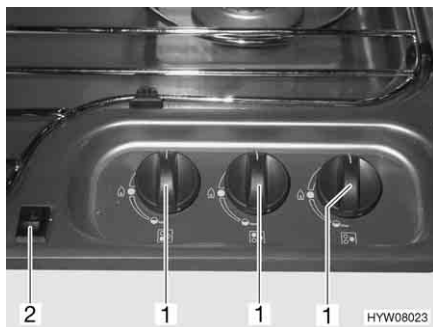

Fig. 144 Elementi di comando del fornello a gas
- Ruotare il pomello girevole (Fig. 144,1) dell'impianto a fiamma libera desiderato in posizione accesa (fiamma alta).
- Premere l'interruttore a bilico (Fig. 144,2). Sul bruciatore vengono prodotte scintille.